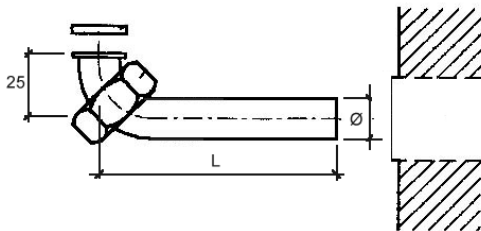

Fig. 2-2
- kit moignons en cuivre (voir Fig. 2-2);